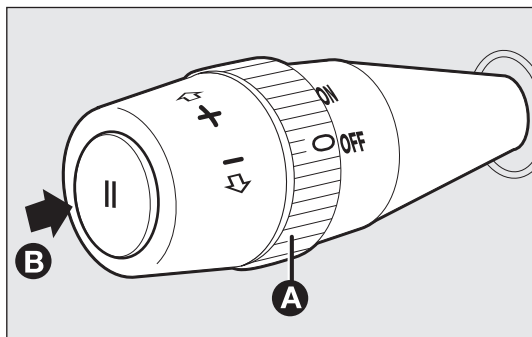

fig. 72
AKTIVERING AV FARTHÅLLAREN fig. 72
- Tryck på knapp B-fig. 72.